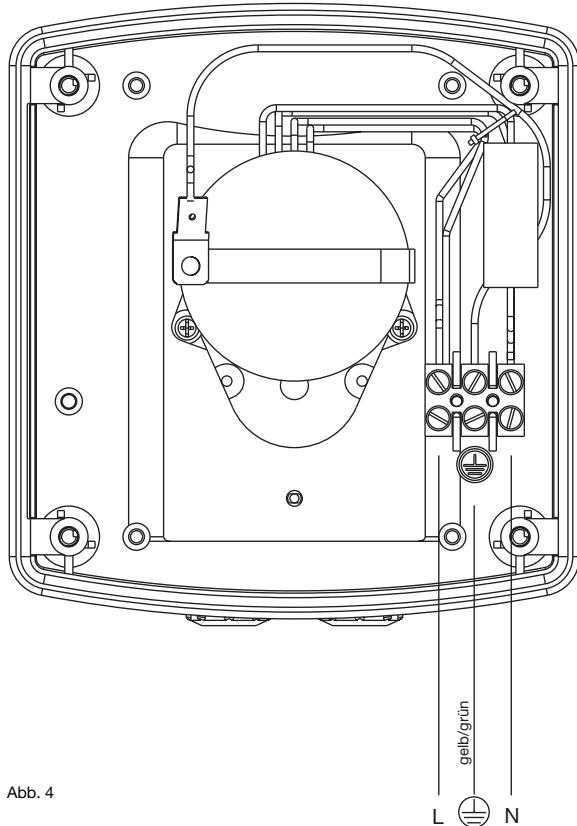

Abb. 4
- das Netzkabel entsprechend Abb. 4 anschließen (Schutzleiteranschluss erforderlich!).